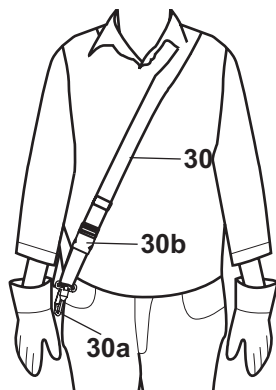

Fig. 20
1. Placez le harnais (30) sur l'épaule gauche, de manière à ce qu'il traverse la poitrine et le dos. Le mousqueton (30a) doit être situé au niveau de la hanche droite. Le dispositif de désengagement rapide (30b) doit être à l'avant (Fig. 20).